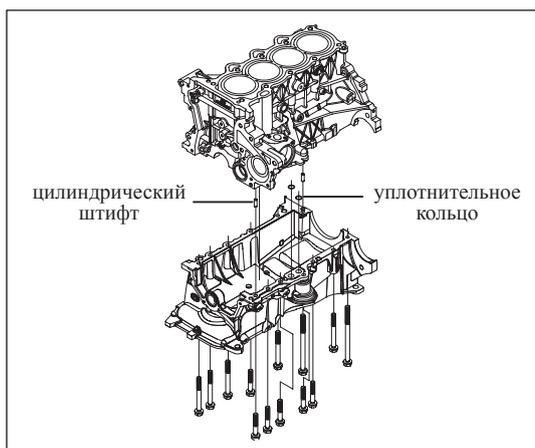

Рис. 13-4-7. Установка нижней части блока цилиндров
- (2) Установка нижней части блока цилиндров
- б) Нанести герметик для фланцев Loctite 5699 (СМ) на поверхности стыковки нижней и верхней частей блока цилиндров. При позиционировании нижней части блока цилиндров во время установки использовать 2 направляющих цилиндрических штифта в верхней части блока цилиндров, как изображено на Рис. 13-4-7.
в) Зафиксировать верхнюю и нижнюю части блока цилиндров болтами с шестигранными головками и плоскими шайбами (M8×45, M8×80 и M8×140), как изображено на Рис. 13-4-7.